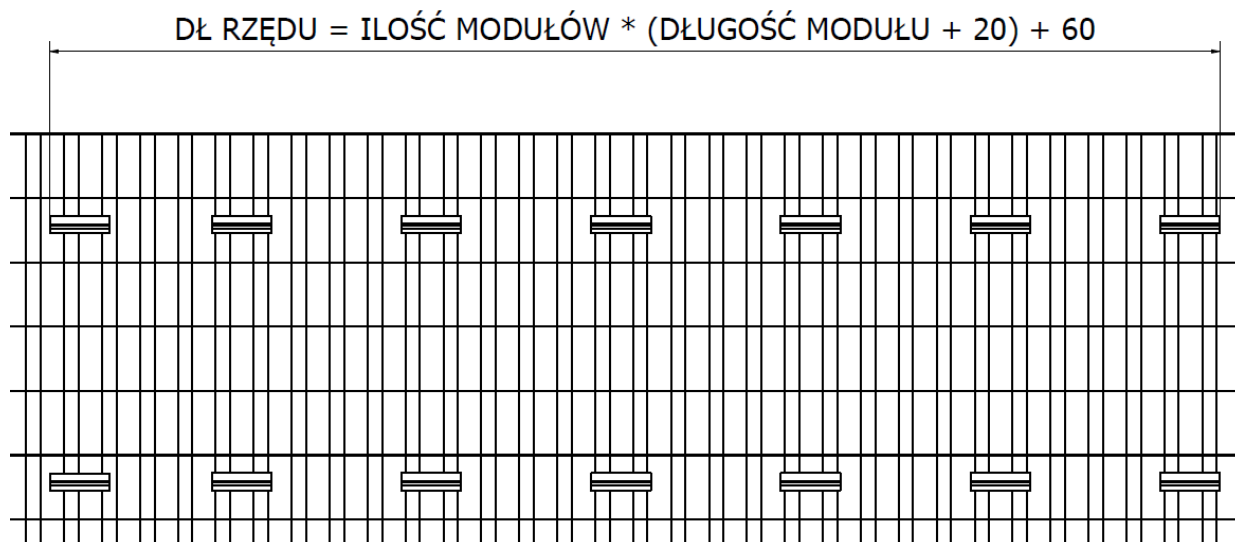

Rys. 1. Strefa wolna dla konstrukcji na dachu
1. Rozłożenie modułów należy rozplanować w taki sposób, aby zminimalizować lub wykluczyć pojawienie się cienia na modułach. Należy mieć na uwadze, że nawet cień rzucany przez drzewa czy budynki może ograniczyć uzyski generowane przez moduły. Montując system latem, należy mieć świadomość, że cień rzucany przez drzewa i sąsiadujące budynki, zimą będzie sięgał zdecydowanie dalej. Należy również pamiętać o zachowaniu strefy bezpiecznej na poszyciu dachu – Rys.1.